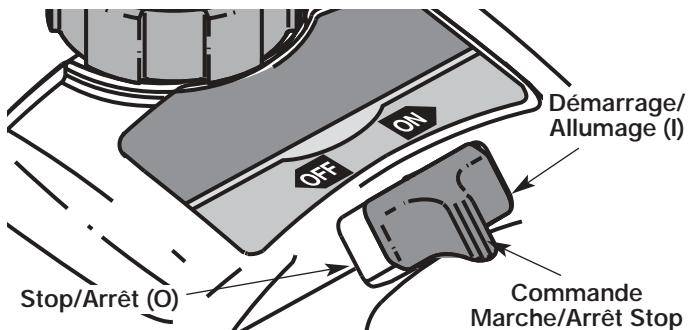
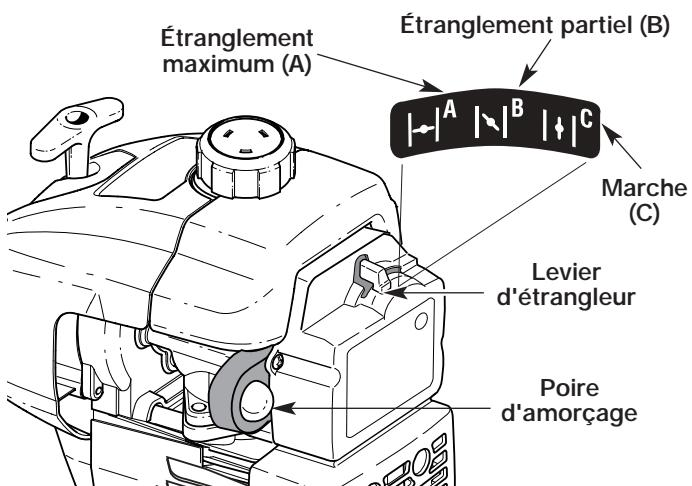

Figure 6
Figure 7
2. Mettez la commande Marche/Arrêt Stop en position **MARCHE (I)** (Fig. 6).
3. Enfoncez complètement, puis relâchez lentement la poire d'amorçage 10 fois. Vous devriez voir du carburant dans la poire (Fig. 7). S'il n'est pas visible, appuyez trois fois de plus ou jusqu'à ce qu'il apparaisse.
4. Mettez le levier d'étrangleur en position d'étranglement **MAXIMUM (A)** (Fig. 7).
6. Mettez le levier d'étrangleur en position d'étranglement **PARTIEL (B)** (Fig. 7).
REMARQUE : si le moteur se noie durant le démarrage, placez le levier d'étrangleur en position **MARCHE (C)** (Fig. 7). Appuyez sur la manette des gaz. Tirez rapidement sur la corde de démarrage. Le moteur devrait démarrer après 3 à 8 coups.
9. Appuyez sur la manette des gaz de 5 à 10 secondes pour réchauffer le moteur. Mettez le levier d'étrangleur en position **MARCHE (C)** (Fig. 7).
REMARQUE : il n'est pas nécessaire d'utiliser l'étrangleur pour démarrer un moteur chaud. Mettez la commande Marche/Arrêt Stop en position **MARCHE** (Fig. 6), puis démarrez en position d'étranglement **PARTIEL (B)** (Fig. 7). Après le démarrage, placez le levier d'étrangleur en position **MARCHE (C)** (Fig. 7).
2. Mettez la commande Marche/Arrêt Stop en position **ARRÊT (O)** (Fig. 6).